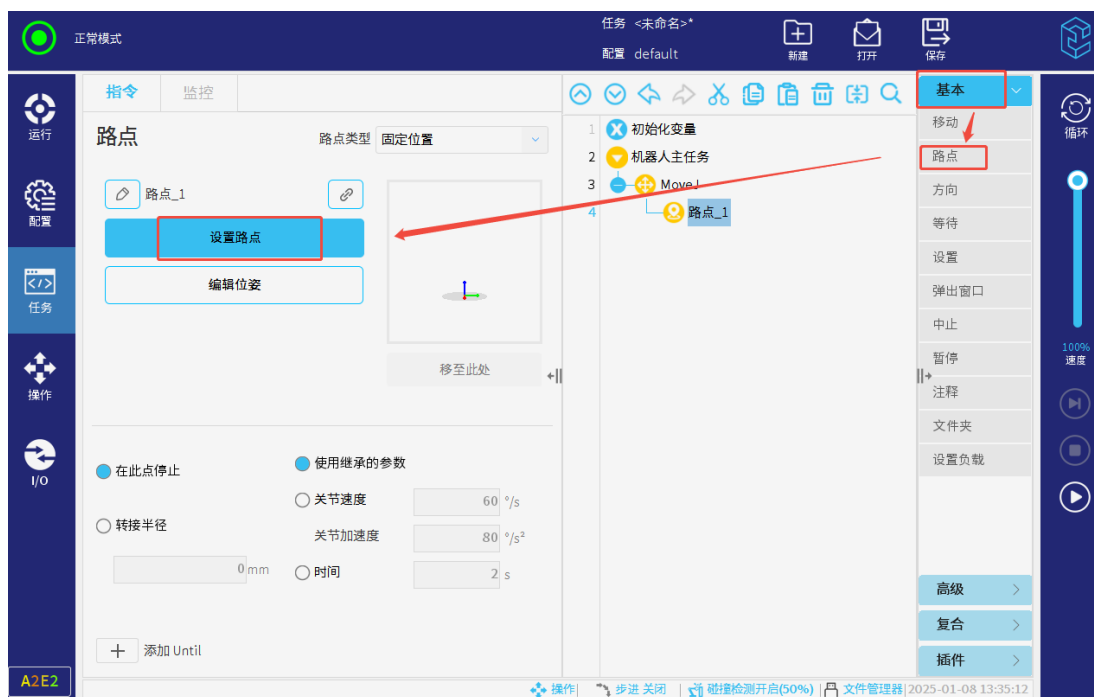

图 3-88: 路点
路点是机器人路径上的点，是机器人任务的核心要素，用于记录机器人到达的目标点位节点，如图 3-88所示。
5. 设置完成后，路点节点以蓝色显示，如图 3-88 所示。